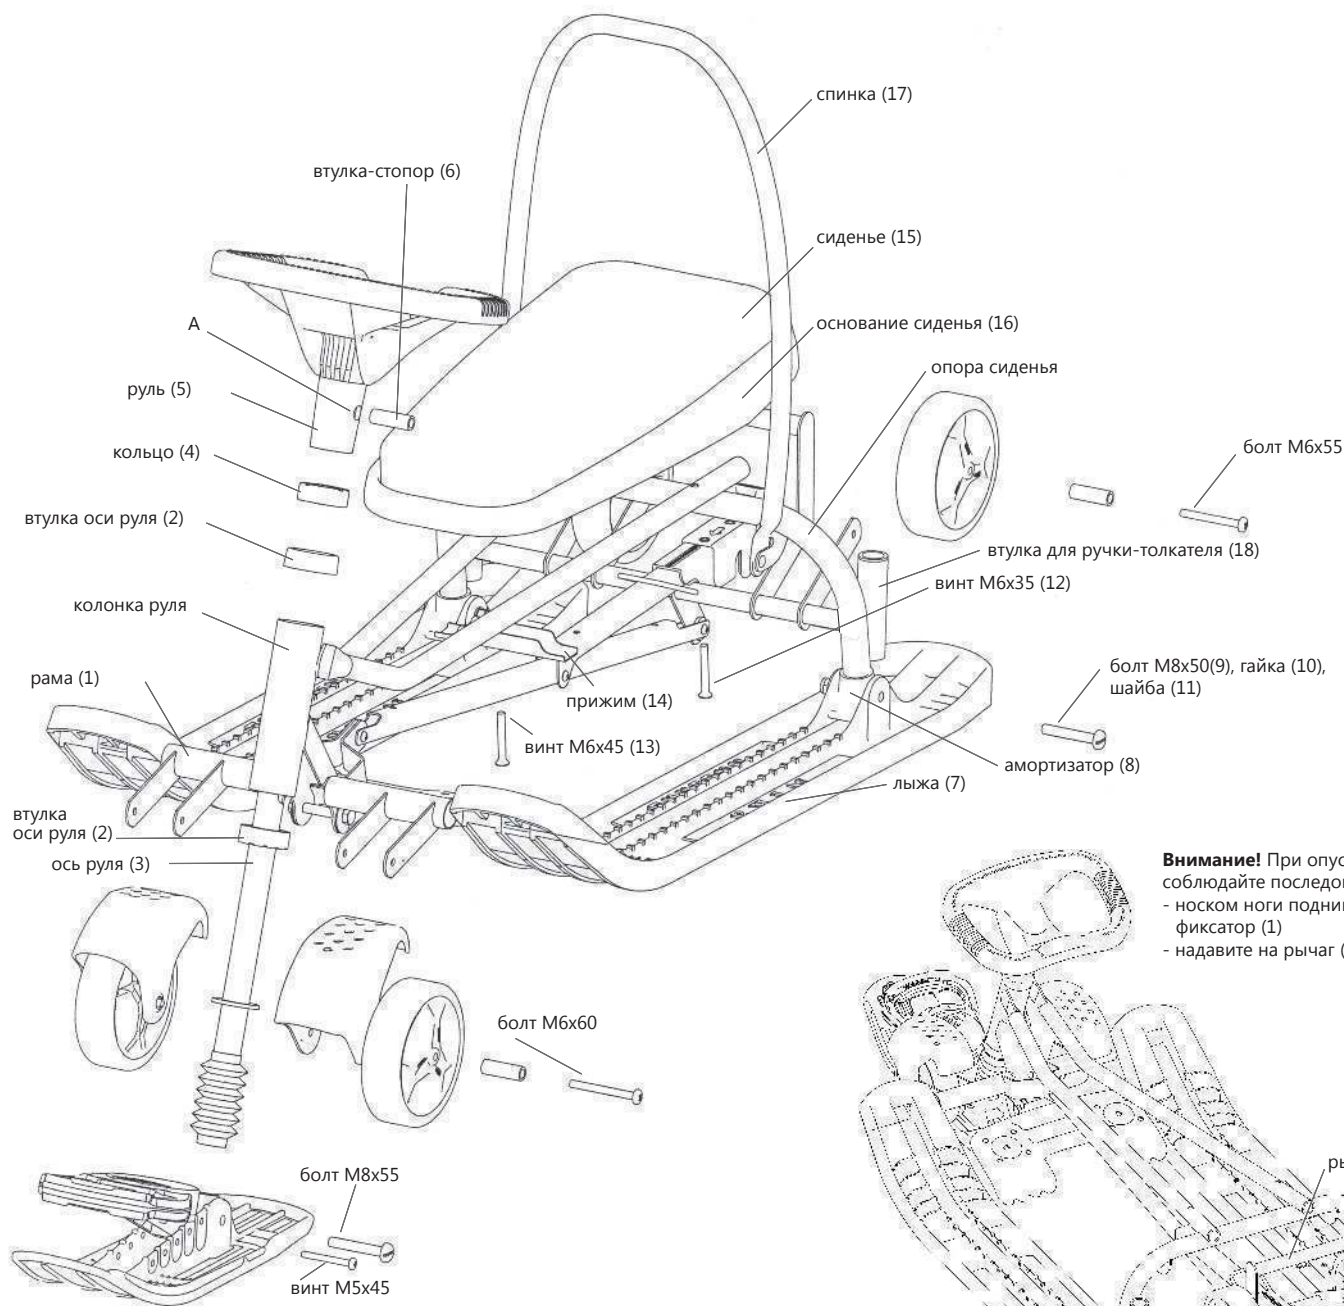

рис. 1 Сборка снегоката арт. ТС6
Для приведения снегоката в рабочее состояние необходимо провести сборочные операции в соответствии с прилагаемой схемой (рис. 1). Для сборки применяются гаечный ключ на 13 и отвёртка.
- установите с обеих сторон колонки руля втулки оси руля (2) (рис. 1);
- вставьте ось руля (3) в колонку руля
- закрепите предварительно кольцо (4) на руле (5) выше крепежного отверстия (А);
- установите руль (5) на ось руля (3), совмещая отверстия (А), установите втулку-стопор (6), перемещая кольцо (4) закройте втулку-стопор (6);
- соблюдая право/лево вставьте лыжи (7) на металлические полозья рамы (1), установите амортизаторы (8) на опору сиденья рамы (1).
- закрепите лыжи (7) через амортизатор (8) болтом (9) с гайкой (10) и шайбой (11);
- при помощи 2-х винтов M6x35 (12) и винта M6x45 (13) с прижимом (14) закрепите сиденье (15) с основанием (16) на раме. Рекомендуется «наживить» винты рукой, затянуть до упора отверткой (не применять электроинструменты);
- на спинку (17) наденьте чехол;
- при необходимости, вставьте ручку-толкатель во втулки на раме (18).